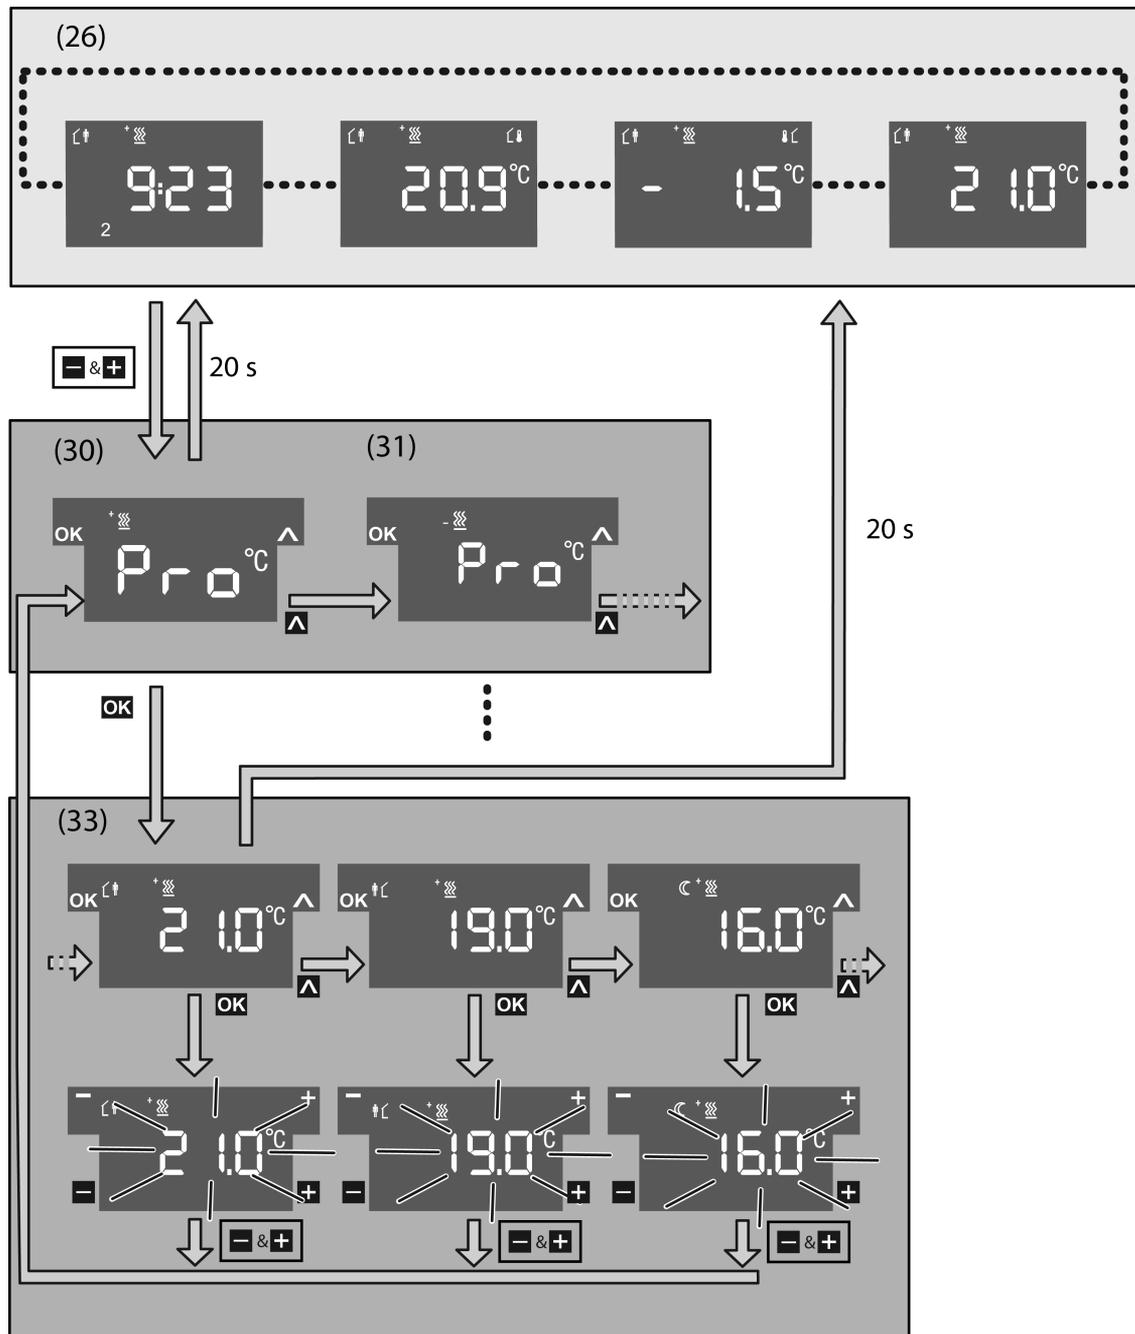

Bild 12: Untermenü zur Änderung der Solltemperaturen
- Mit der rechten Displaytaste **▲** den Menüpunkt für die Temperaturänderung des Heizbetriebs (30) oder des Kühlbetriebs (31) auswählen (Bild 12).